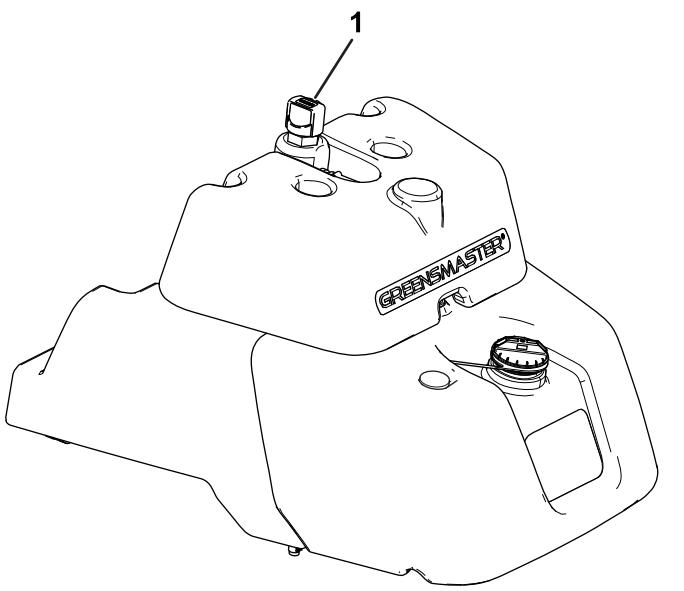

Bild 40
- Wenn der Behälter kein Schauglas hat, ermitteln Sie den Peilstab an der Oberseite der Haupthydraulikbehälter (Bild 40) und gehen Sie auf Schritt 3.